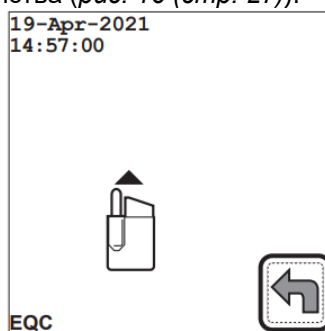

Рисунок 16: Удаление устройства EQC
5. Закройте крышку порта тест-устройства. **НЕ** открывайте крышку порта тест-устройства до тех пор, пока не появится соответствующая подсказка (рис. 16 (стр. 27)).
6. Прибор автоматически приступит к тесту EQC. В это время на дисплее будет мигать экран **измерений**. По завершении процесса EQC прибор предложит оператору полностью удалить устройство EQC из порта тест-устройства (рис. 16 (стр. 27)).